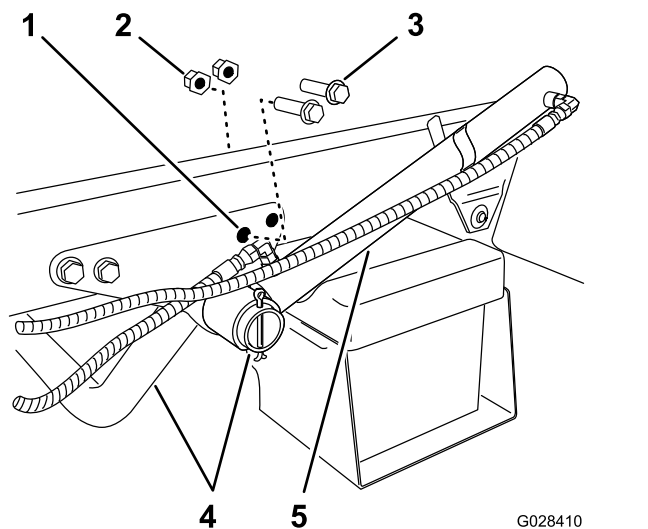

Figura 6
1. Retire los dos pernos con arandela prensada traseros y las dos contratuercas con arandela prensada que sujetan el soporte de sujeción del tubo del motor al bastidor de la máquina (Figura 6).
2. Gire el cilindro de elevación hasta obtener el espacio necesario para instalar el soporte de sujeción del patín del depósito (Figura 6).